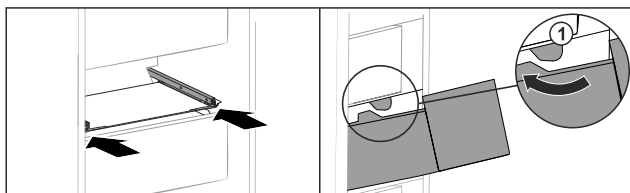

Fig. 160
- ▶ Preved'te zásuvku okolo zarážok Fig. 160 (1).